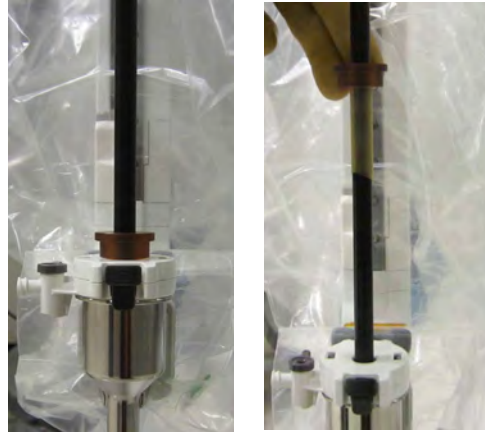

Figura 2.9 Deslizar o introdutor do instrumento eixo acima
5. Depois que o instrumento estiver engatado no braço do Carrinho do Paciente, deslize o introdutor do instrumento pelo eixo do instrumento acima e para longe do vedador da cânula (Figura 2.9).